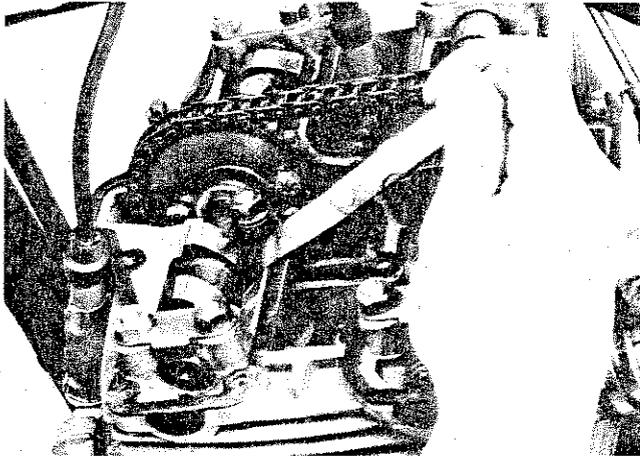
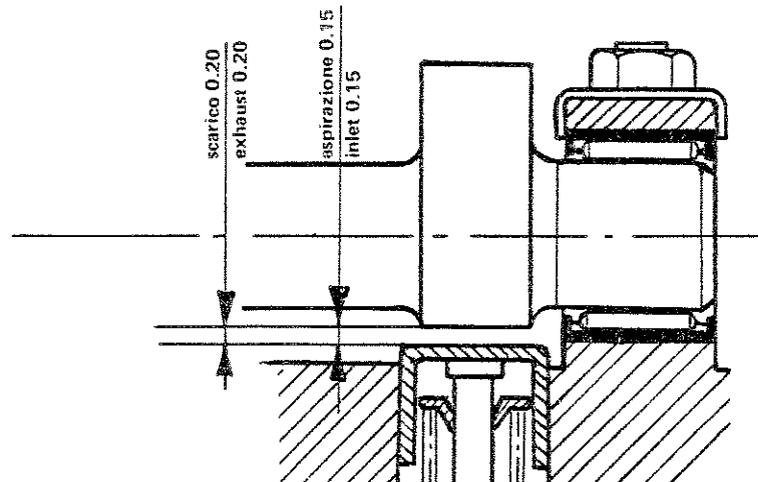

Fig. 24
Fig. 25
- 6) Controllare con lo spessore il gioco delle valvole del cilindro avente il pistone al PMS; ripetere l'operazione con le quattro valvole dell'altro cilindro dopo averne portato il pistone al PMS a fine fase di compressione: la lama dello spessore deve entrare con lieve attrito fra la camma ed il bicchierino sottostante (Fig. 24).
Il gioco prescritto è mm 0,15 all'aspirazione e mm 0,20 allo scarico (Fig. 25).
- 6) Using a feeler gauge measure the valve clearance of the cylinder with the piston at TDC. Turn the flywheel until the other piston is at TDC and repeat valve clearance measurement with the other cylinder. The feeler gauge blade should slide between cam and tappet with light friction (Fig. 24). To measure the clearance, use a feeler gauge with 0.03 - 0.04 - 0.05 - 0.06 0,10 mm blades. If it is necessary these blades can be combined with those of a normal feeler gauge (0.05 - 0.10 - 0.15 - 0.20 - 0.25). The specified clearance is 0.15 mm for the inlet and 0.20 mm for the exhaust valves (Fig. 25).